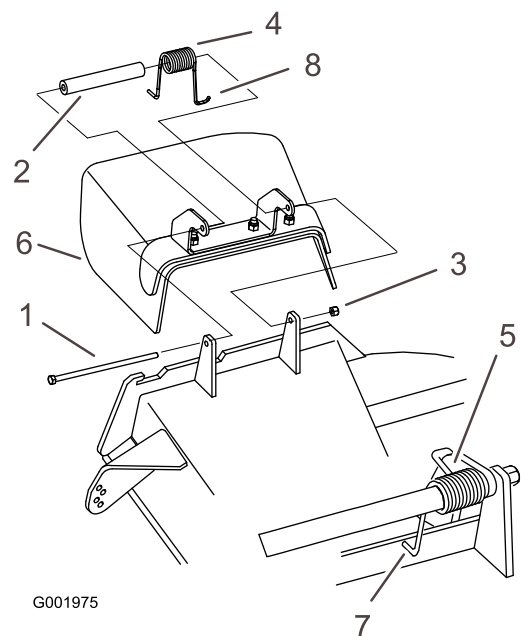

Figura 60
1. Retire la contratuerca, el perno, el muelle y el espaciador que sujetan el deflector a los soportes de pivote (Figura 60).
Nota: Asegúrese de colocar un extremo en J del muelle detrás del reborde de la carcasa antes de instalar el perno, según se muestra en Figura 60.
3. Instale el perno y la tuerca. Coloque un extremo en J del muelle alrededor del deflector de hierba (Figura 60).